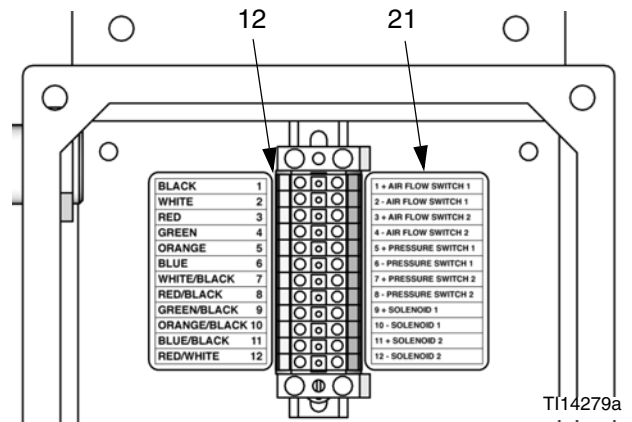

FIG. 6. Druckschalter mit der Klemmleiste verbinden
2. Die Kabel vom PS Nr. 1 auf der rechten Seite der Klemmleiste (12) Stifte 5 (+) und 6 (-) anbringen, wie auf dem Etikett (21) aufgezeigt. Siehe FIG. 6 und Tabelle 1.
3. Wenn Sie einen zweiten Pistolenspülkasten-Einbausatz verwenden, bringen Sie die Drähte vom PS Nr. 2 auf der rechten Seite der Klemmleiste (12) Stifte 7 (+) und 8 (-) an, wie auf dem Etikett (21) aufgezeigt. Siehe FIG. 6 und Tabelle 1.